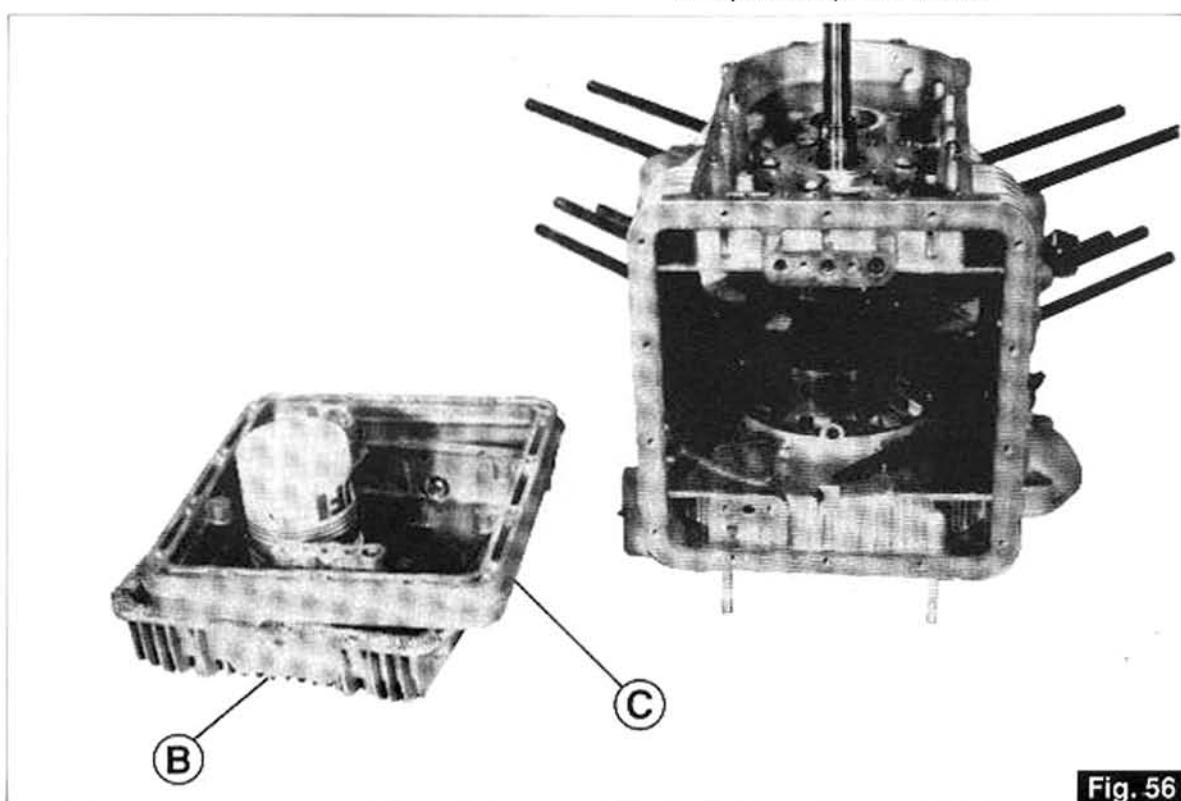

Fig. 56
- Retirez la boîte «B» avec l'entretoise «C» (Fig. 56).